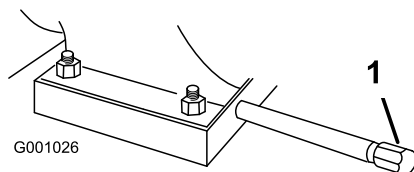

Bild 42
1. Reinigen Sie den Bereich um die Ablassschraube (Bild 42).